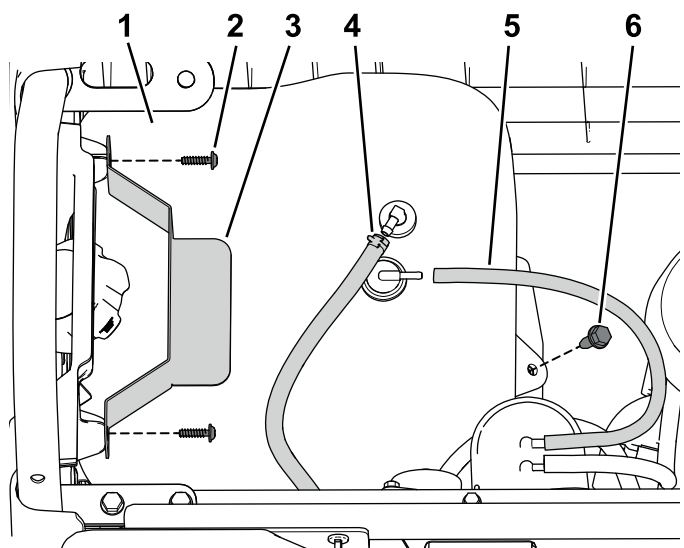

Figura 8
1. Scollegate il tubo di sfiato e il tubo di alimentazione dal serbatoio del carburante (Figura 8).
2. Rimuovete le 2 viti che fissano il dispositivo di tenuta al pannello sinistro e rimuovete il dispositivo di tenuta (Figura 8).
3. Rimuovete il bullone flangiato che fissa il serbatoio del carburante al relativo vassoio e rimuovete il serbatoio del carburante (Figura 8).